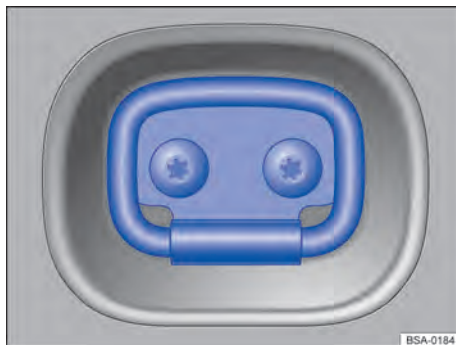

Abb. 166 Im Laderaum: Verzurrösen.
Im Laderaum befinden sich Verzurrösen → Abb. 166 zum Befestigen von losen Gegenständen und Ladung mithilfe von Verzurrleinen, Fixier- oder Spannbändern.
1. Verzurrösen hochklappen → Abb. 166.